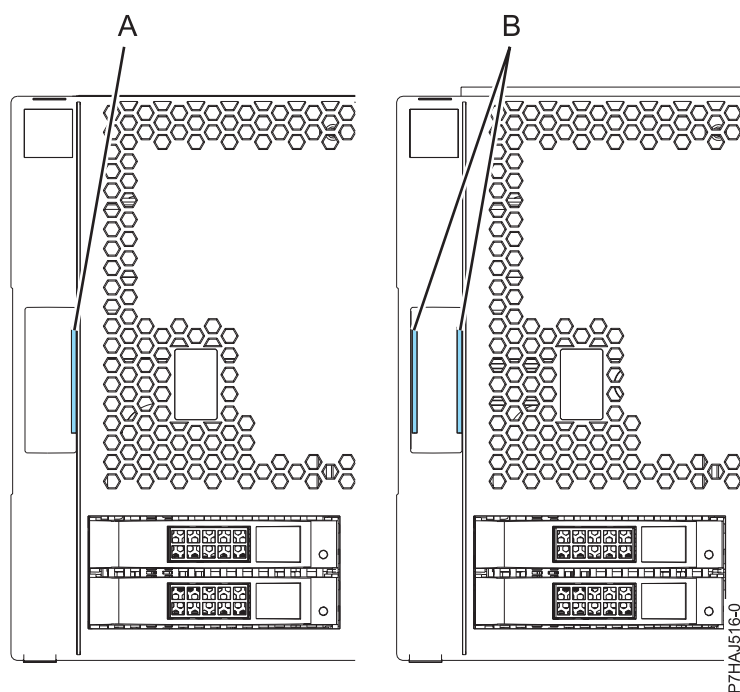

Figure 7. Identification des anciens et des nouveaux capots
Remarque : Les anciens capots (expédiés avant le 1er mars 2011) sont reconnaissables à la bande bleue unique (A) située sur les taquets du capot. Les nouveaux capots (livrés après le 1er mars 2011) possèdent deux bandes bleues (B). Voir figure 7, à la page 31.